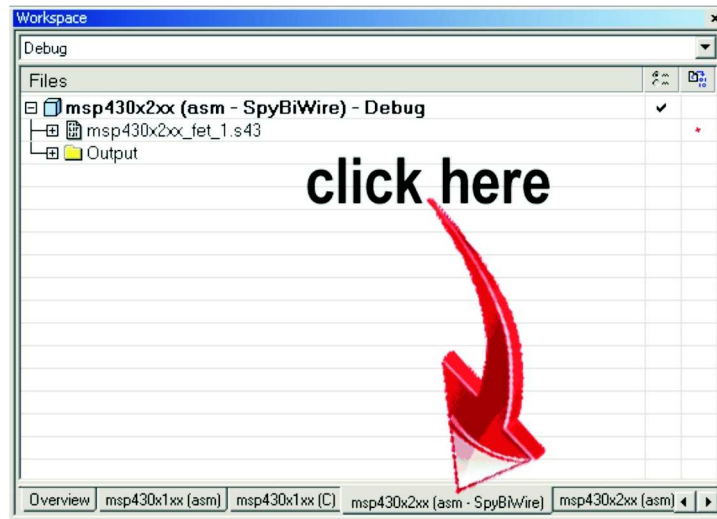

图 1-1. 激活项目
3. 点击工作平台窗口底部与 MSP430 器件 (MSP430xxxx) 和所需语言（汇编语言或者 C 语言）相对应的标签来将一个项目激活（请见图 1-1）。